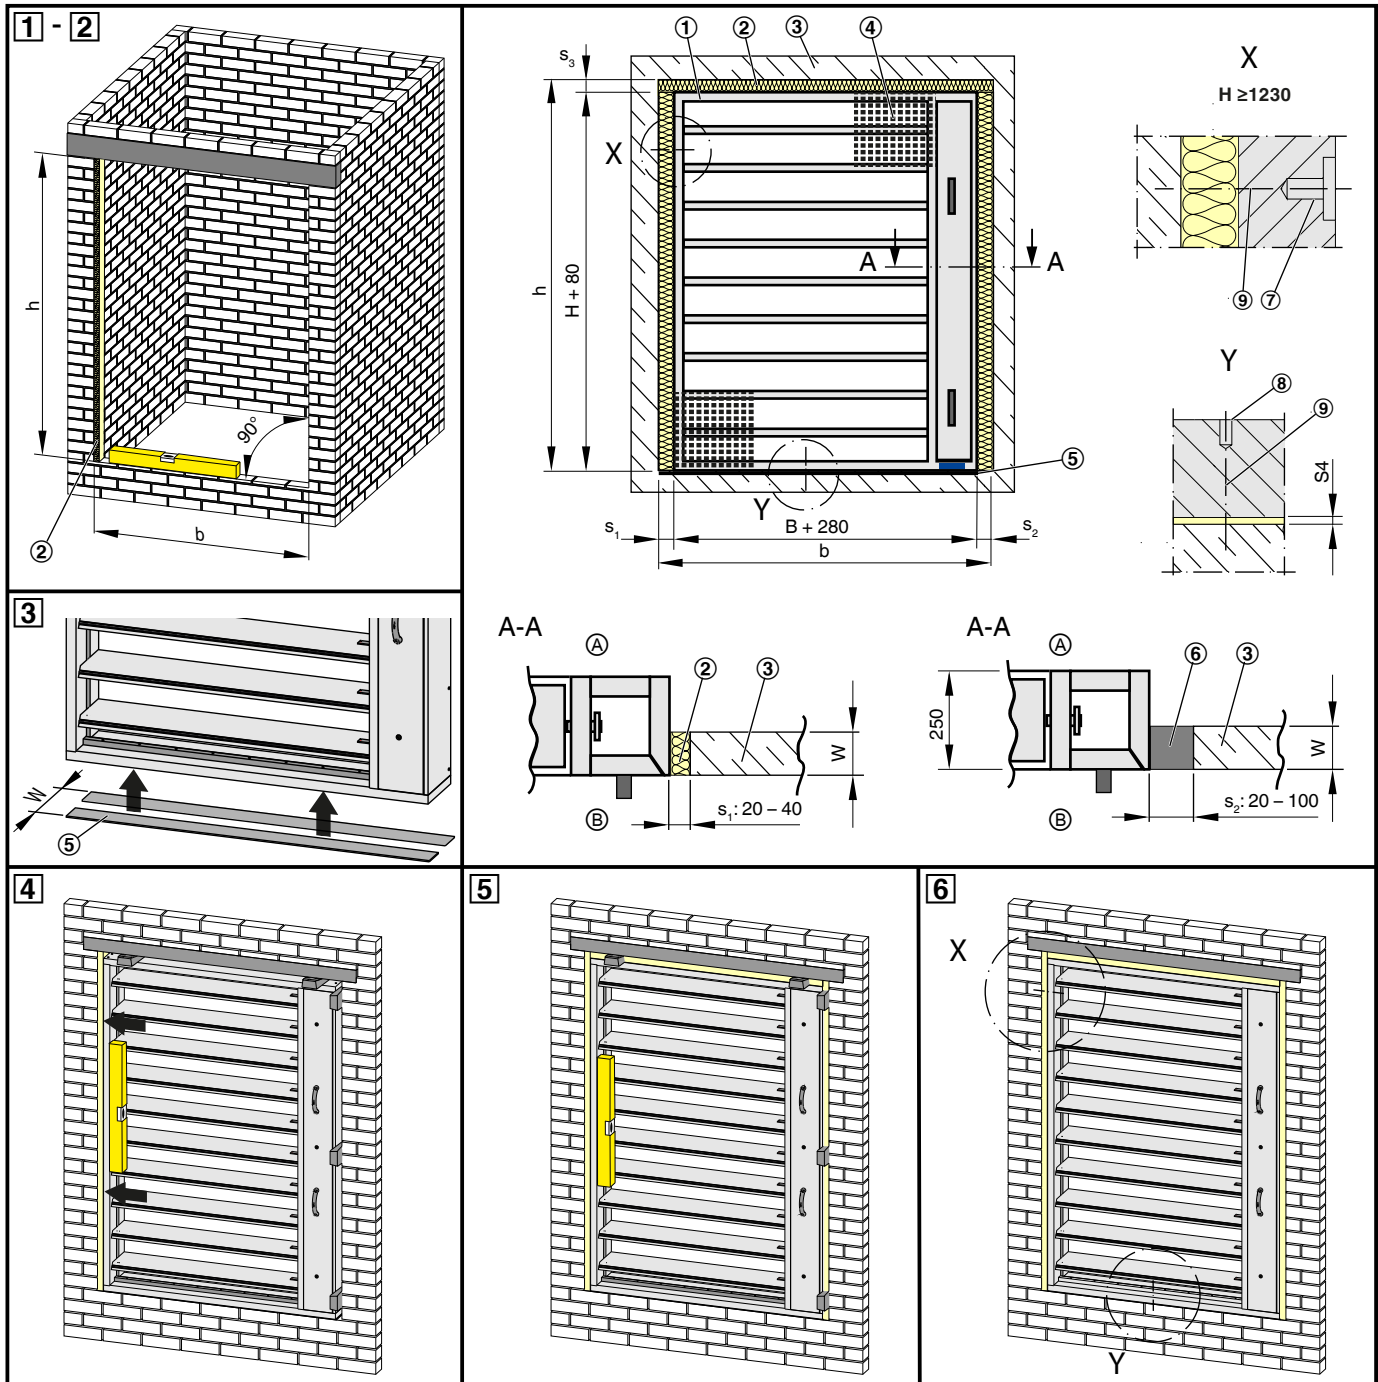

Abb. 12: Einbau in massiver Schachtwand
- ▶ Einbauöffnung fachgerecht herstellen, siehe Abb. 12. Die Einbauöffnung muss rechtwinkelig und eben ($\pm 5 \text{ mm}$) ausgeführt sein, Unebenheiten mit Mörtel glätten.
- ▶ An der Entrauchungsklappe an der unteren Seite des Klappenrahmens die Keramikfaserpapierstreifen (Abb. 12/5) aufkleben (Wanddicke), ↪ 14.
- ▶ Die Entrauchungsklappe an den gekennzeichneten Stellen (Abb. 12/7 + 8) mit der Wand verschrauben (Rahmen vorbohren). Die Schraubverbindung (Abb. 12/9) so ausführen, dass der Rahmen der Entrauchungsklappe nicht durch die Schraube verzogen wird.
ACHTUNG: Die Entrauchungsklappe darf nur an der im Rahmen eingebrachten Markierungsbohrung (Abb. 12/7+8) verschraubt werden. Im Rahmen dürfen an anderen Positionen keine Schrauben gesetzt werden, da sie das Schließen der Lamellen behindern könnten. Befestigungspunkt im H-Teil erst ab $H \geq 1230 \text{ mm}$.